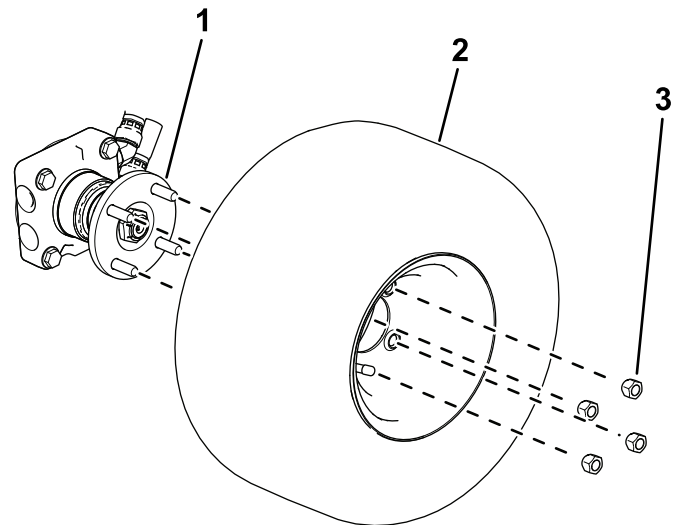

Bild 4
- Maschinen mit Allradantrieb:** Verwenden Sie vier Radmutter, um das Rad an der Radnabe zu befestigen (**Bild 4**).